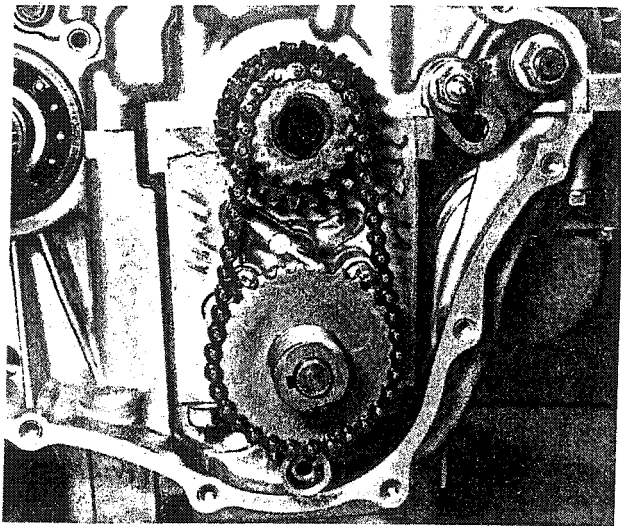

Bild 129
- Die Distanzscheibe mit der breiteren Seite zum Primärtriebszahnrad auf die Kurbelwelle montieren. Die Antriebskette der Ölpumpe über beide Kettenräder legen und beide Kettenräder zusammen montieren (Bild 129). Der Mitnehmerstift der Pumpe muss in das getriebene Zahnrad greifen, und das treibende Zahnrad muss über die beiden Flachfräsungen am äussersten Kurbelwellenende greifen.